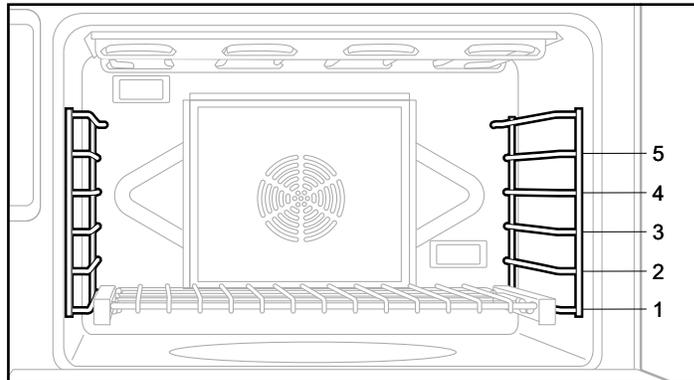

Figure 3 : Four à convection principal avec positions de grilles
1. Rabattez le capuchon de la prise vers le haut (consultez la Figure 3 à la page 16).
Les différents niveaux des grilles de four sont numérotés comme les étages d'un ascenseur. Le niveau de grille 1 est le plus bas (Figure 3).
Positions de grilles (consultez la Figure 3 à la page 39)